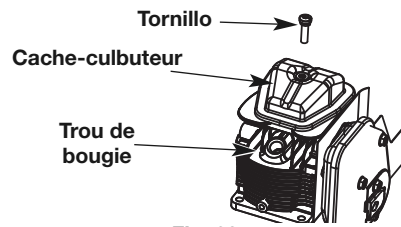

Fig. 29
- Limpie la suciedad de alrededor de la cubierta del brazo oscilante. Saque el tornillo que sostiene la cubierta del brazo oscilante con un destornillador grande de vástago plano o con una broca Torx T-25 (Fig. 29). Saque la cubierta y la junta del brazo oscilante.
- El pistón se encuentre en la parte superior de su recorrido mientras mira dentro del orificio de la bujía de encendido (Fig. 29).